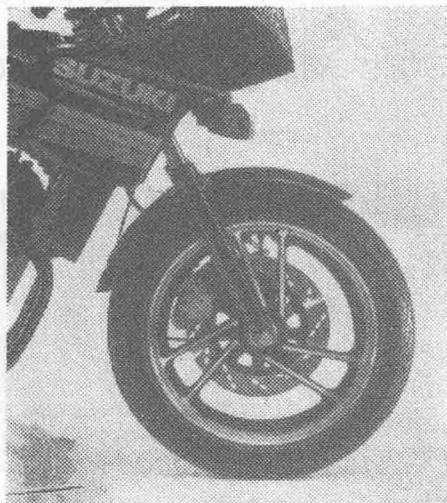

图33 铃木
⑩ 压铸轮圈车轮使用铝合金材料，将轮辋、轮辐和轮毂压铸成为一体而成。还有一种是组合轮圈车轮，它是用铝合金或钢轮辐取代辐条、铆接而成。组合式车轮缓冲效果较压铸式车轮为好。使用过程中应经常检查轮辋有无变形(图33)。